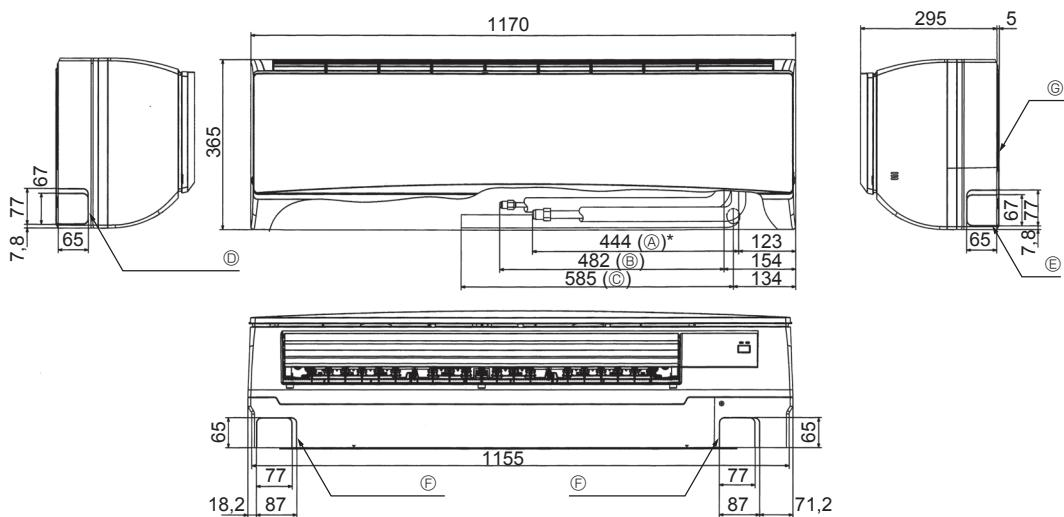

Abb. 4-3
4.4. Anordnung der Kältemittel- und AblaÙrohrleitungen (Abb. 4-3)
- Ⓖ Montageplatte ①